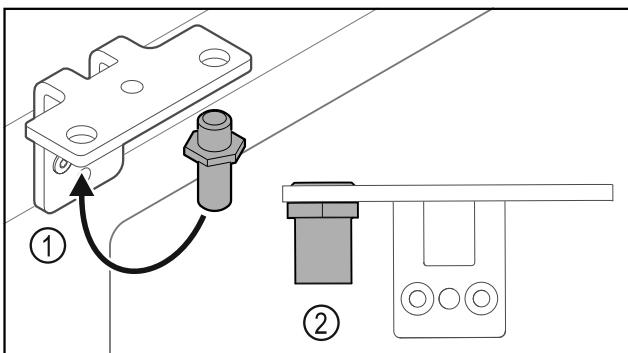

Fig. 33
- ▶ Ktheni bulonin Fig. 33 (1) në profilin e menteshës në anën tjetër.
- ▶ Shtëngoni bulonin Fig. 33 (2) me **momentin e rrotullimit prej 12 Nm**.